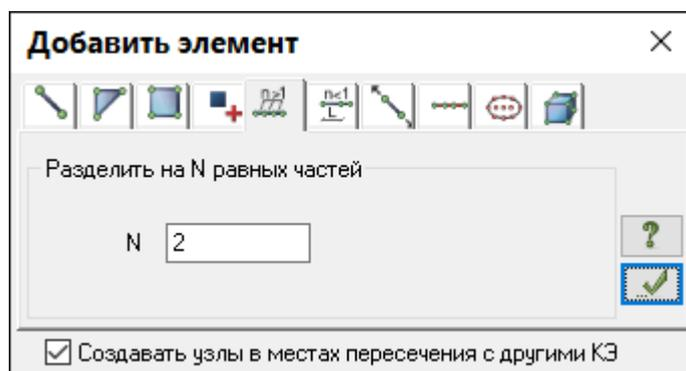

Рис.12.7. Диалоговое окно Добавить элемент
- Вызовите диалоговое окно **Добавить элемент** на закладке **Разделить на N равных частей** (рис.12.7), выбрав команду  – **Разделить на N равных частей** в раскрывающемся списке **Добавить элемент** (панель **Создание** на вкладке **Создание и редактирование**).